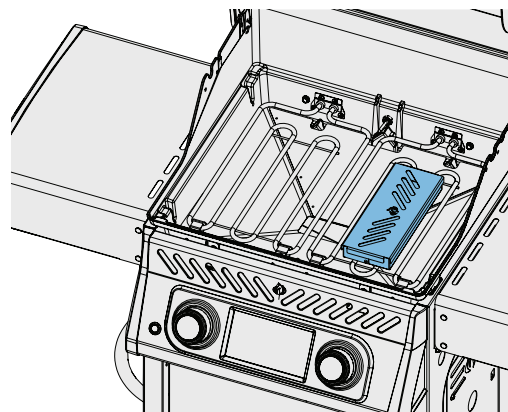

Fig. 6
1. Fjern røykkassen (hvis den er i bruk) og vask den i varmt såpevann. (Fig. 6)